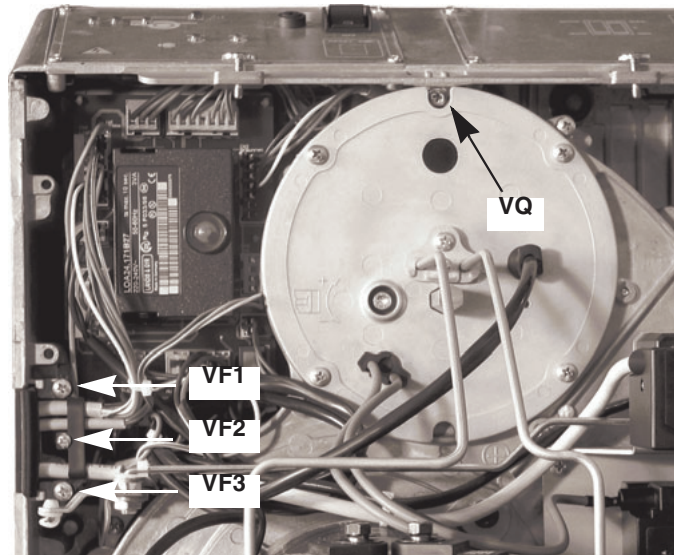

Fig. 18a
- 1 Quite el tornillo VQ que bloquea el cuadro al soporte del cabezal de combustión del quemador (Fig. 18a).
- 2 Quite los tornillos VF1 y VF3 de la junta del sujetador de cable; los cables quedarán en su lugar porque están fijados por el sujetador fijado por el tornillo VF2 (Fig. 18a).